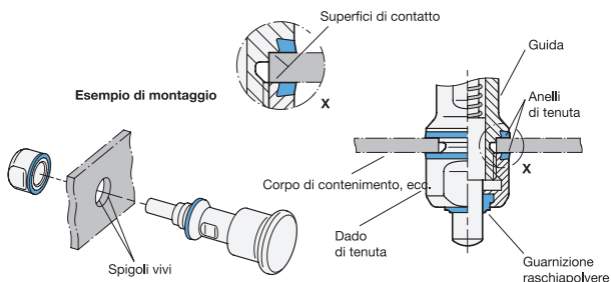

Figura 2
- Il foro di innesto deve essere progettato in modo tale che le spalle metalliche all'interno degli anelli di tenuta poggino il più possibile sul sottofondo e consentano il serraggio sull'arresto metallico (tolleranza di  $+0,05/+0,2$ ). Gli anelli di tenuta devono poggiare completamente sul sottofondo (Figura 2).